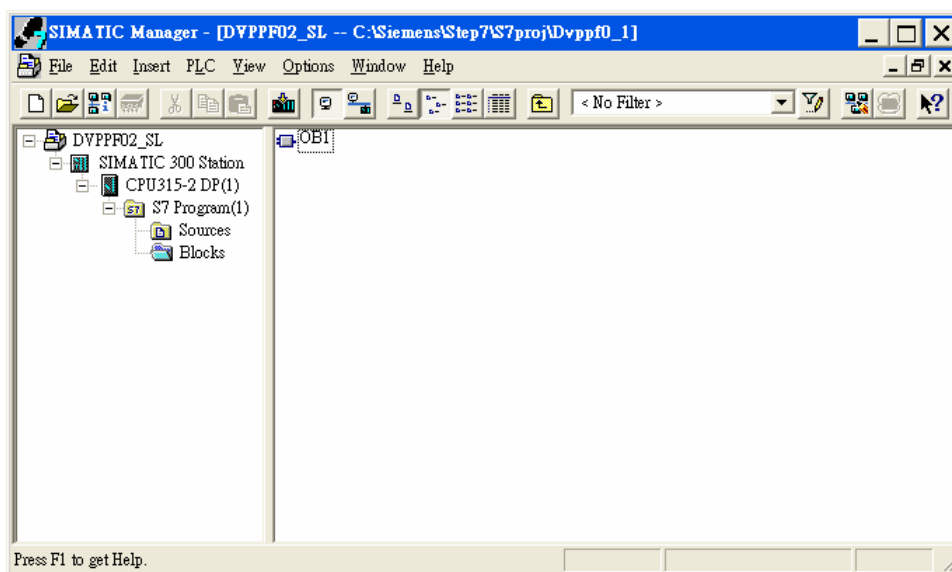

图 10-8
7. 工程文件建立后会出现一个新的窗口，如图 10-8 所示，这样一个新的工程文件就建立了。